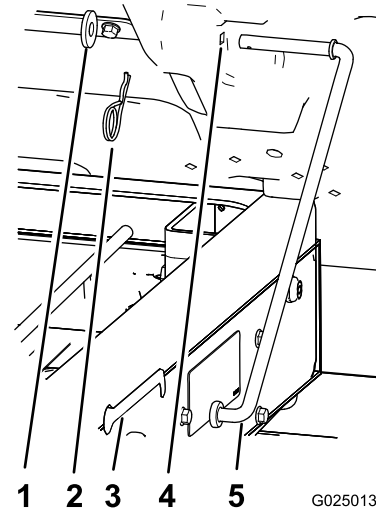

Figure 13
1. Retirez la goupille fendue et la rondelle qui fixent la béquille au bas du plateau (Figure 13).
2. Faites glisser la béquille en avant pour la déposer du support sur le cadre (Figure 13).